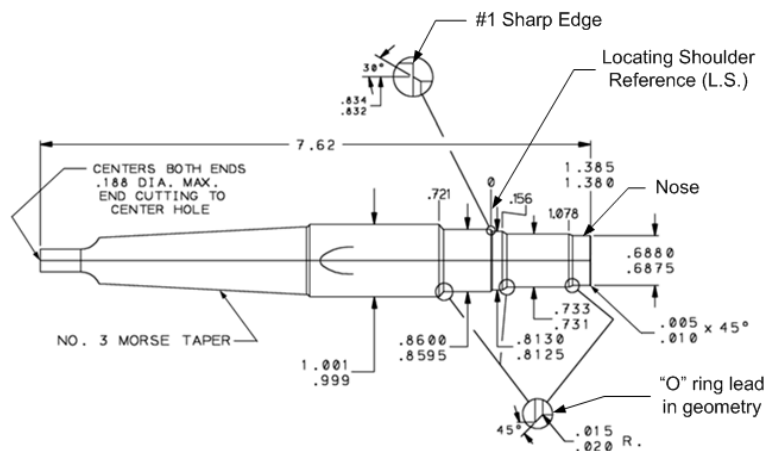

Bild 2.
- An dem LS-Anschlag der Formreibahle muss geprüft werden, ob die scharfe Kante noch erhalten ist. Siehe Bild 2, Bemerkung Nr. 1.
- Ein anderer kritischer Bereich ist der LS-Anschlag. Dieser schmale Bereich ist der Sitz des Ventils, wenn es mit dem vorgeschriebenen Drehmoment angezogen wird. Ein verschlissenes Werkzeug erzeugt keine korrekte Geometrie und das Ventil stützt sich nicht auf dem LS-Anschlag ab. Gemäß Bild 2 wird der LS-Anschlag durch eine scharfe Kante an der Formreibahle erzeugt. Wenn diese Kante zu einem Radius verschlissen ist, wird auch ein Radius in der Einschraubbohrung erzeugt. Das Ventil sitzt dann eher auf einem Radius als auf einer flachen Fläche.